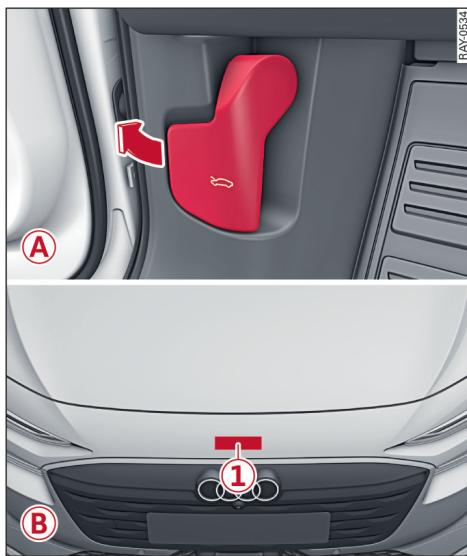

图 115 前舱盖解锁：(A) 放脚空间：解锁用的操纵杆、(B) 汽车前端：解锁感应器
⇨ 图 115。
- ▶ 在打开车门后，朝箭头方向 (A) ⇨ 图 115 拉仪表板下面的手把 (↶1))。
- ▶ 将您的手在感应器部位 ① 缓慢地从左向右运动，直到前舱盖解锁 (B) ⇨ 图 115。手与表面的距离最大只允许 5 cm。
如果无法通过感应器给前舱盖解锁，那么可以从车内通过操纵杆解锁 (A) ⇨ 图 115。
⇒ 图 115。
- 适用于：感应器操控的前舱盖：请您注意：如果在车前部 ① ⇒ 图 115 处理事务时随身带着便捷式智能钥匙或数字钥匙，那么感应器操控的前舱盖可能无意中被打开，有事故危险！
请您注意：如果在车前部 ① ⇒ 图 115 处理事务时随身带着便捷式智能钥匙或数字钥匙，那么感应器操控的前舱盖可能无意中被打开（如在清洗和清洁车前端时），有事故危险！
在关闭前舱盖时请注意：必须听到其卡入左右两个锁头的卡止声。如果前舱盖位锁头，那么会出现一条相应的驾驶提示。此外，这时也不可能通过感应器再次打开前舱盖，您必须通过放脚空间处的操纵杆将其打开 A ⇒ 193 页，图 115。